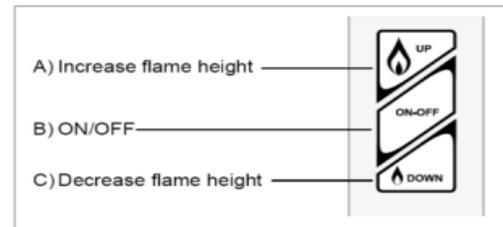

Figure 42 – Clavier tactile Optionnel
- Appuyer sur le bouton B (voir Figure 42) jusqu'à ce qu'un court bip confirme le début de la séquence; relâcher le bouton.
- Appuyer et tenir le bouton C (voir Figure 42) pour régler l'appareil à la flamme de la veilleuse.
- Appuyer sur le bouton B (voir Figure 42).
(Voir Figure 42)